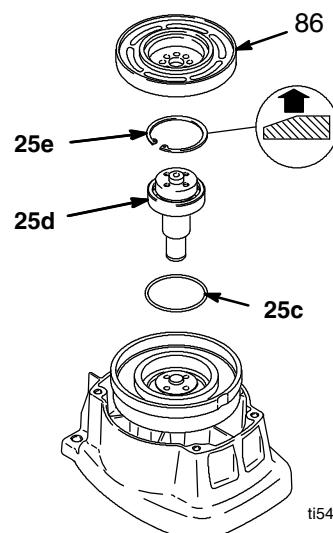

Рис. 6
- См. Рис. 6. Снимите стопорное кольцо (25e).
- См. Рис. 6. Проверьте уплотнительное кольцо (25с) и, в случае его отсутствия или повреждения, замените.